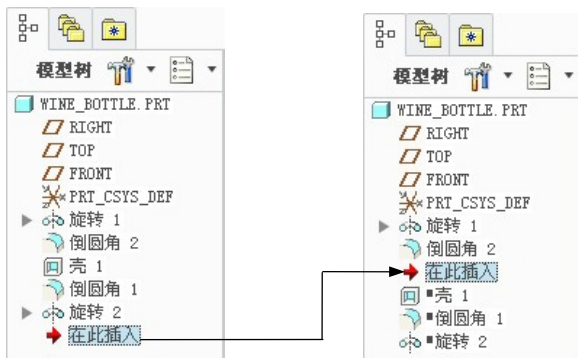

图 5.20.5 特征的插入操作
Step1. 在模型树中,将特征插入符号  在此插入 从末尾拖至抽壳特征的前面,如图 5.20.5 所示。